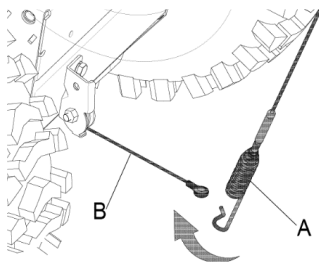
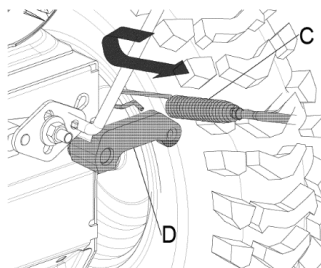

Рис.3
Рис.4
Соедините левый трос (А) панели управления с тросом (В) коробки передач (рис.3)(Fig.4B). Соедините правый трос (С) панели управления с суппортом (D) (Рис. 4)